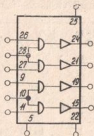

Рис. 2. Функциональное обозначение устройства:
3. 3. Функциональное обозначение устройства приведено на рис. 2.